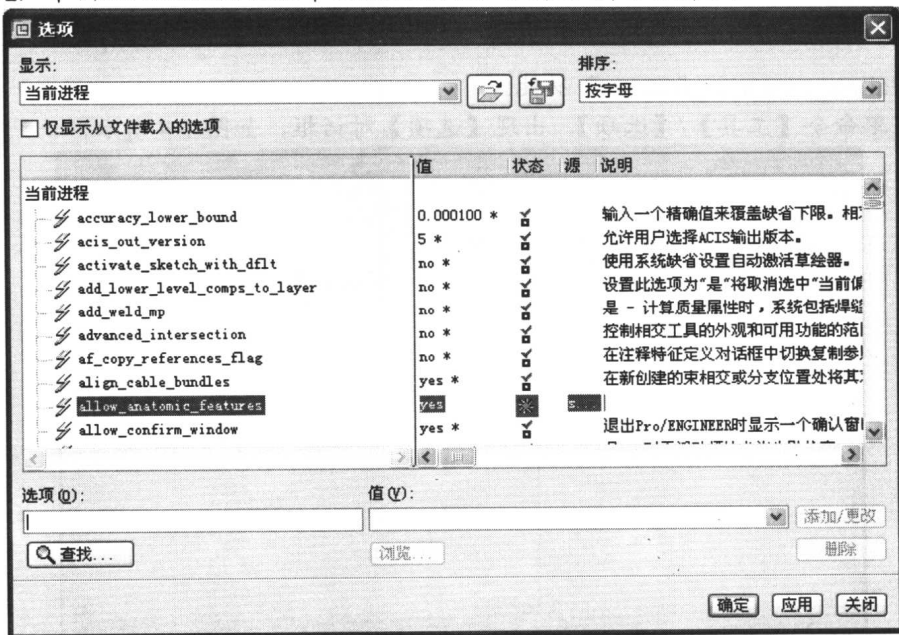

图1-6
- (3) 在【当前进程】下选择【allow_anatomic_features】选项，在【值】下拉列表中选取【yes】，单击【添加/更改】按钮后单击【应用】按钮，结果如图 1-6 所示。